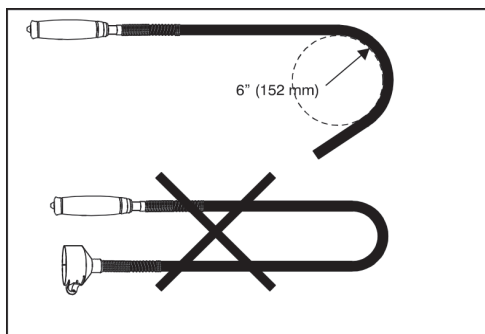

Рис. 7
6. Во время работы не перегибайте гибкий вал (Рис. 7).